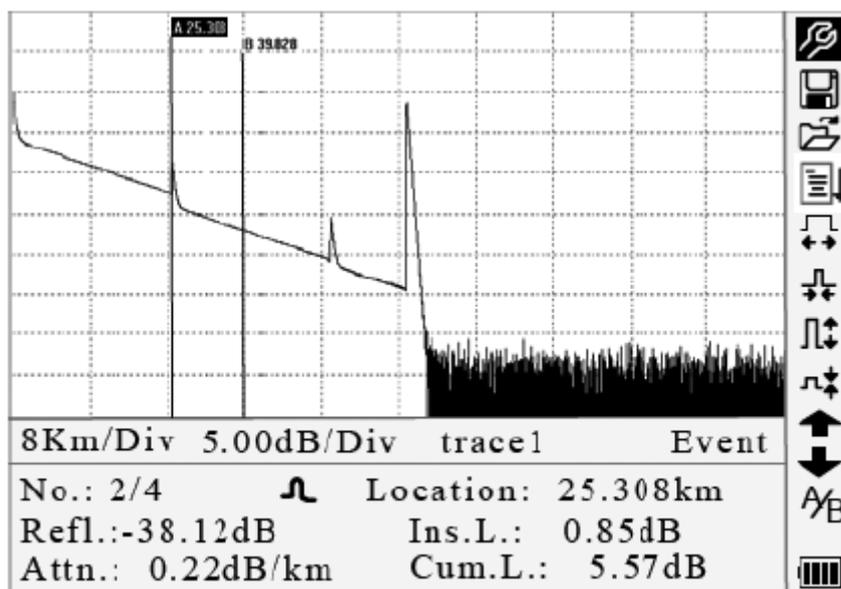
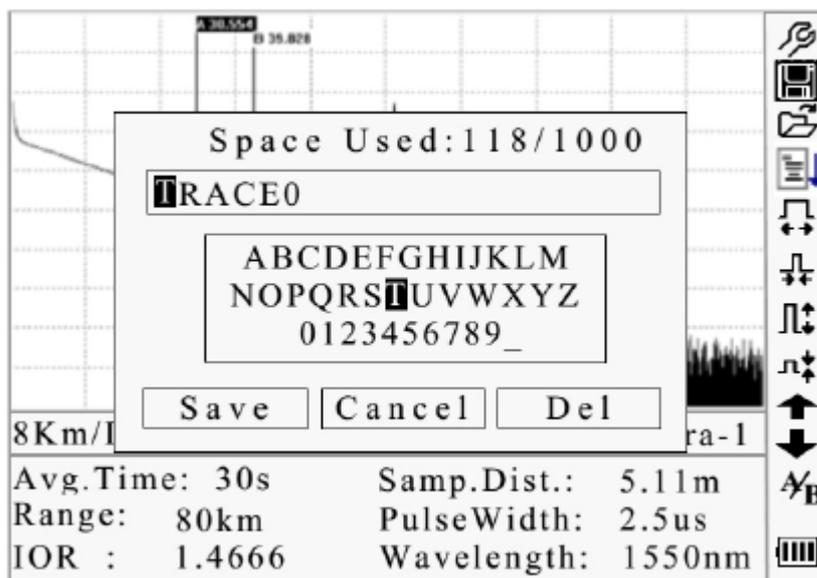
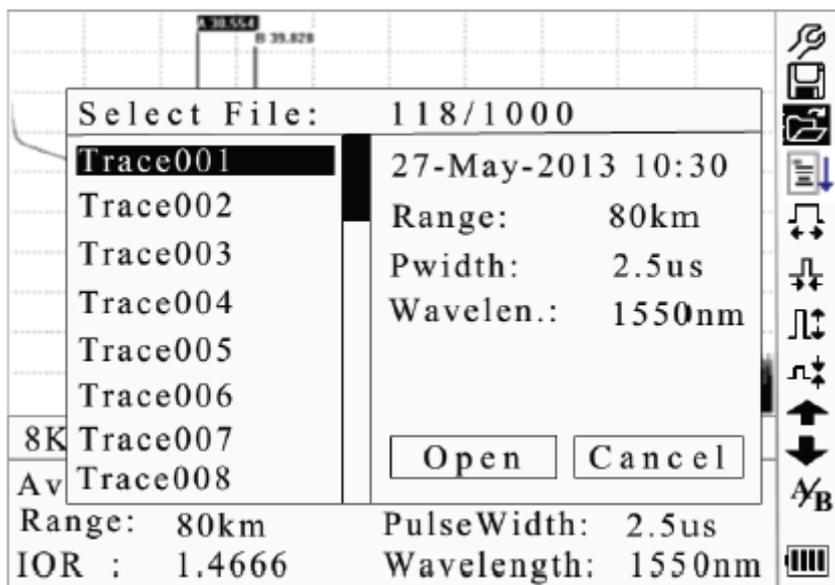

Рисунок 4-4. Рефлектограмма, полученная при измерении
Рисунок 4-6. Сохранение рефлектограммы
Рисунок 4-7. Поиск сохраненных рефлектограмм
Нажимайте кнопку  в графическом интерфейсе пользователя (рисунок 4-4) для отображения элементов информационного окна в следующем порядке: параметры измерения → информация анализа → список событий → информация о маркерах A/B → информация о волокне → параметры измерения.
Нажимайте кнопку  в графическом интерфейсе пользователя (рисунок 4-4), пока в информационном окне не появится список событий.
С помощью кнопок ▲ и ▼ в графическом интерфейсе пользователя (рисунок 4-4) выделите A/B, затем нажимайте кнопку Enter для переключения между маркерами A/B.
Для переключения информационного окна на информацию маркеров A/B нажимайте кнопку  в графическом интерфейсе пользователя (рисунок 4-4).
1. С помощью кнопок ▲ и ▼ в графическом интерфейсе пользователя (рисунок 4-4) выделите , затем нажимайте кнопку Enter, чтобы уменьшить масштаб рефлектограммы по горизонтали.
С помощью кнопок ▲ и ▼ в графическом интерфейсе пользователя (рисунок 4-4) выделите , затем нажимайте кнопку Enter, чтобы увеличить масштаб рефлектограммы по горизонтали.
1. С помощью кнопок ▲ и ▼ в графическом интерфейсе пользователя (рисунок 4-4) выделите , затем нажимайте кнопку Enter, чтобы уменьшить масштаб рефлектограммы по вертикали.
С помощью кнопок ▲ и ▼ в графическом интерфейсе пользователя (рисунок 4-4) выделите , затем нажимайте кнопку Enter, чтобы увеличить масштаб рефлектограммы по вертикали.
1. С помощью кнопок ▲ и ▼ в графическом интерфейсе пользователя (рисунок 4-4) выделите , затем нажмите кнопку Enter для получения доступа к функции сохранения (рисунок 4-6).
1. С помощью кнопок ▲ и ▼ в графическом интерфейсе пользователя (рисунок 4-4) выделите , затем нажмите кнопку Enter для подтверждения (рисунок 4-7).